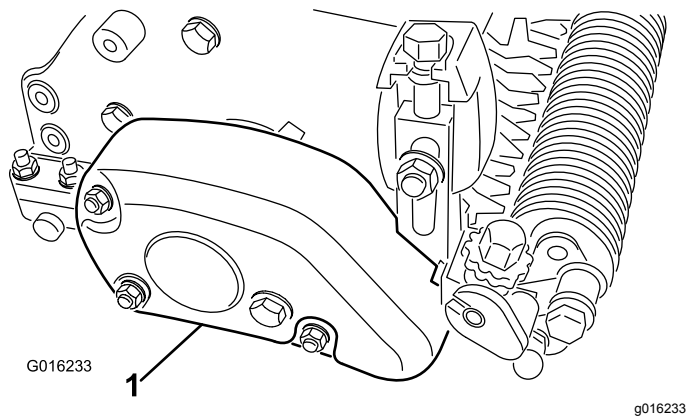

図 19
3. 新しいベルトカバーをグルーマハウジングアセンブリに取り付けるロックナット3個を使用する 図 19。